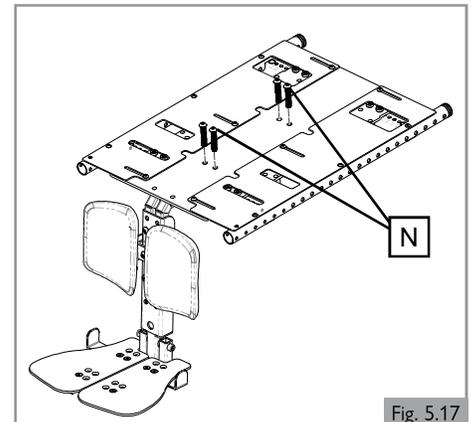
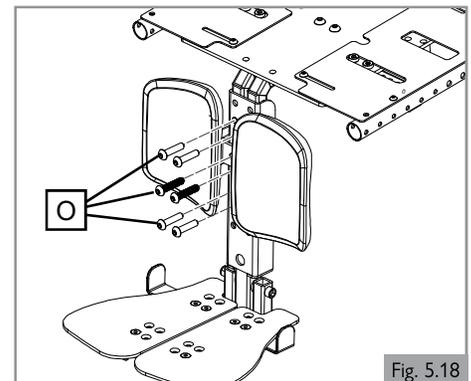
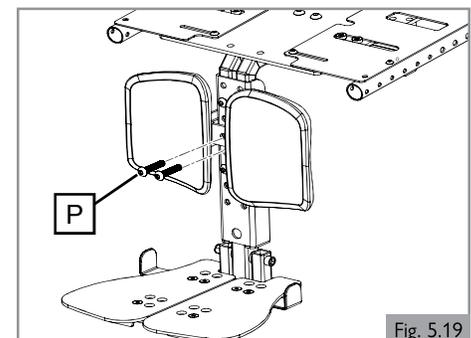

Fig. 5.17
Fig. 5.18
Fig. 5.19
1. Cómo sacar el conjunto (Fig. 5.17)
- a. Retire los cuatro tornillos (N) y deslice el conjunto del reposapiés fuera del receptor.
2. Ajuste de la altura de la placa para pies (Fig. 5.18)
- a. Retire los seis tornillos de seguridad (O).
- c. Vuelva a fijar los tornillos (O) a través de los orificios ajustados y apriete el herraje.
3. Ajuste de la almohadilla para la pantorrilla (Fig. 5.19)
- a. Retire los dos tornillos de seguridad (P).
- c. Vuelva a fijar los tornillos (P) a través de los orificios ajustados.